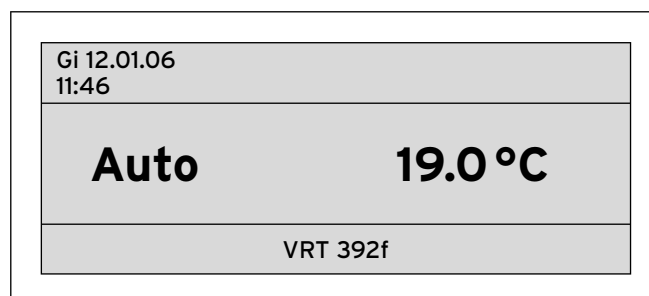

Fig. 4.8 Visualizzazione base semplificata (esempio)
- visualizzazione base semplificata (fig. 4.8)
Nella visualizzazione base semplificata (fig. 4.8), nel campo centrale viene visualizzato il modo operativo del circuito di riscaldamento e la temperatura interna.